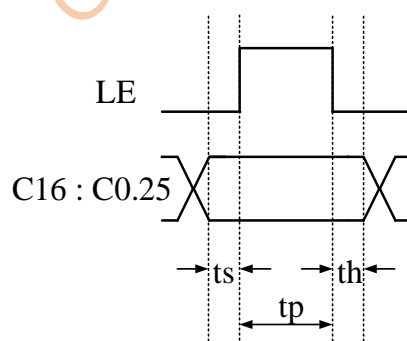

图 2 锁存并行时序图
锁存并行模式时，在LE保持为低时改变衰减控制位，然后使LE先拉高再拉低，形成一个脉冲，从而锁住最新的衰减态。图2描述了锁存并行模式的时序图，表5是相关的交流特性。
3) 直接并行模式时，LE(Pin16)接高电平；锁存并行模式时，LE(Pin16)需要形成脉冲，如图 2 所示。